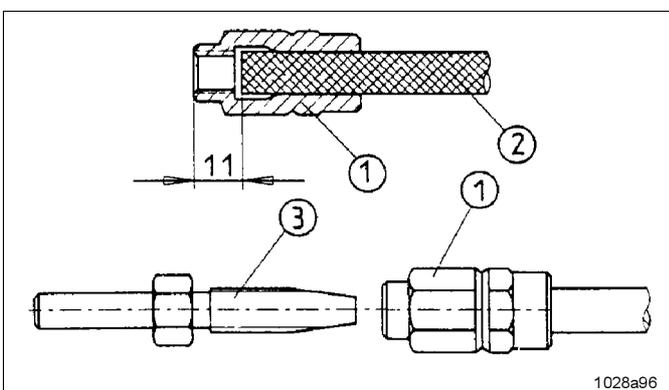

Abb. 5-4 Vormontage der Schraubhülsen und Schlauchstutzen auf die Hauptleitung
- Schraubhülse 1 (Abb. 5-4) linksdrehend auf den Hochdruckschlauch 2 drehen, bis das gezeigte Maß von 11 mm erreicht ist.